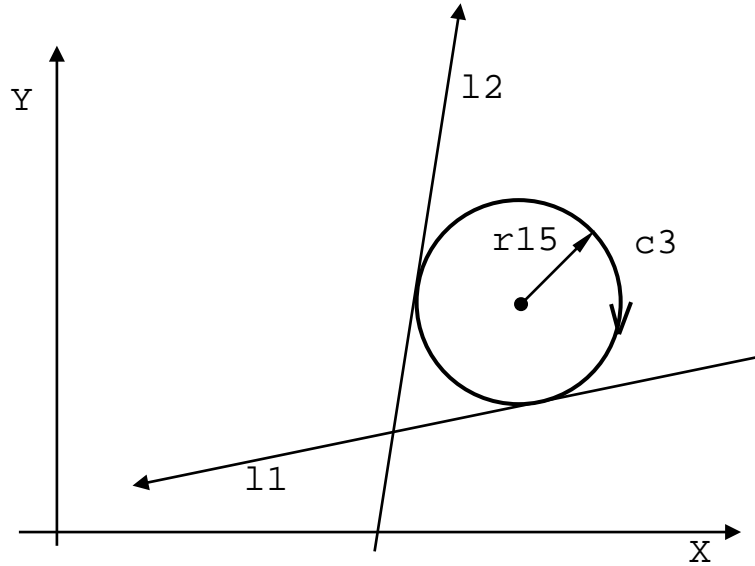

Рисунок 2.84
- окружность с данным радиусом и касательная к двум предопределённым прямым (рисунок 2.84):